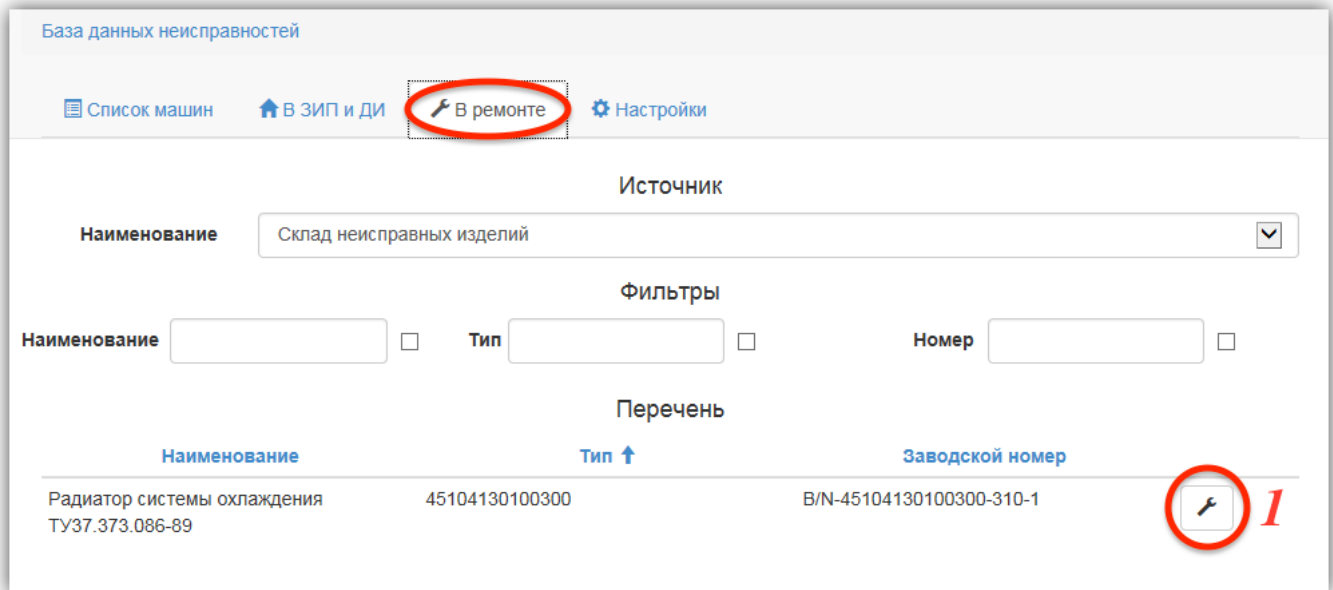

Рис. 7-9 – Вкладка «В ремонте»
– «В ремонте» – перечень экземпляров компонентов, находящихся в ремонтных организациях (рис. 7-9).
Вкладка «В ремонте» предназначена для просмотра списка экземпляров компонентов, находящихся на складе неисправных изделий (рис. 7-9). Если экземпляр компонента восстановлен после ремонта, то его можно вернуть из ремонтной организации и перенаправить его в ЗИП или допимущество, откуда он может быть использован для замены отказавшей СЧ.
- 1) Нажать кнопку «Из ремонта»  в строке с нужным экземпляром (1 на рис. 7-9).